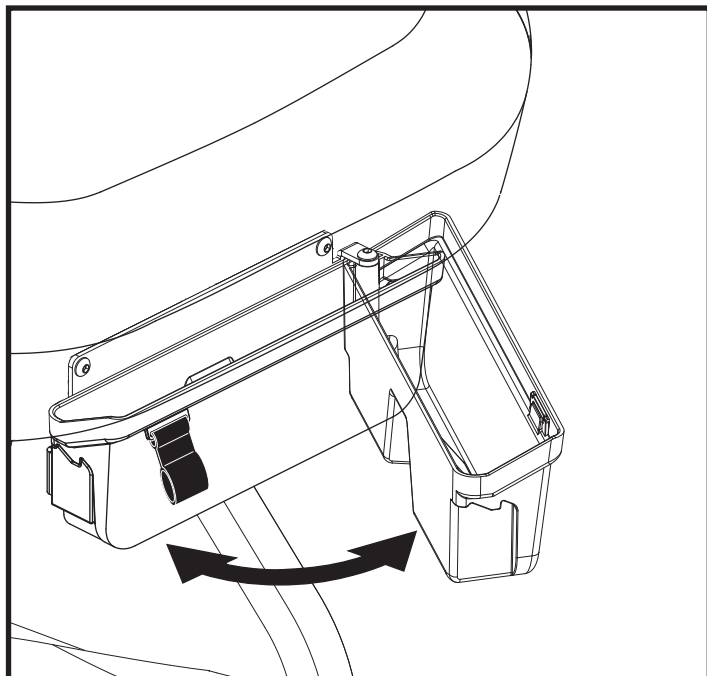

Figure 9. Compartiment de rangement escamotable
2. Basculer le compartiment de stockage en position ouverte. **Voir la figure 9.**
1. Ouvrez le compartiment de rangement en tirant la poignée de rangement vers le haut et vers l'extérieur. **Voir la figure 9.**
3. Remove the two bolts from the storage bracket. **Voir la figure 9.**